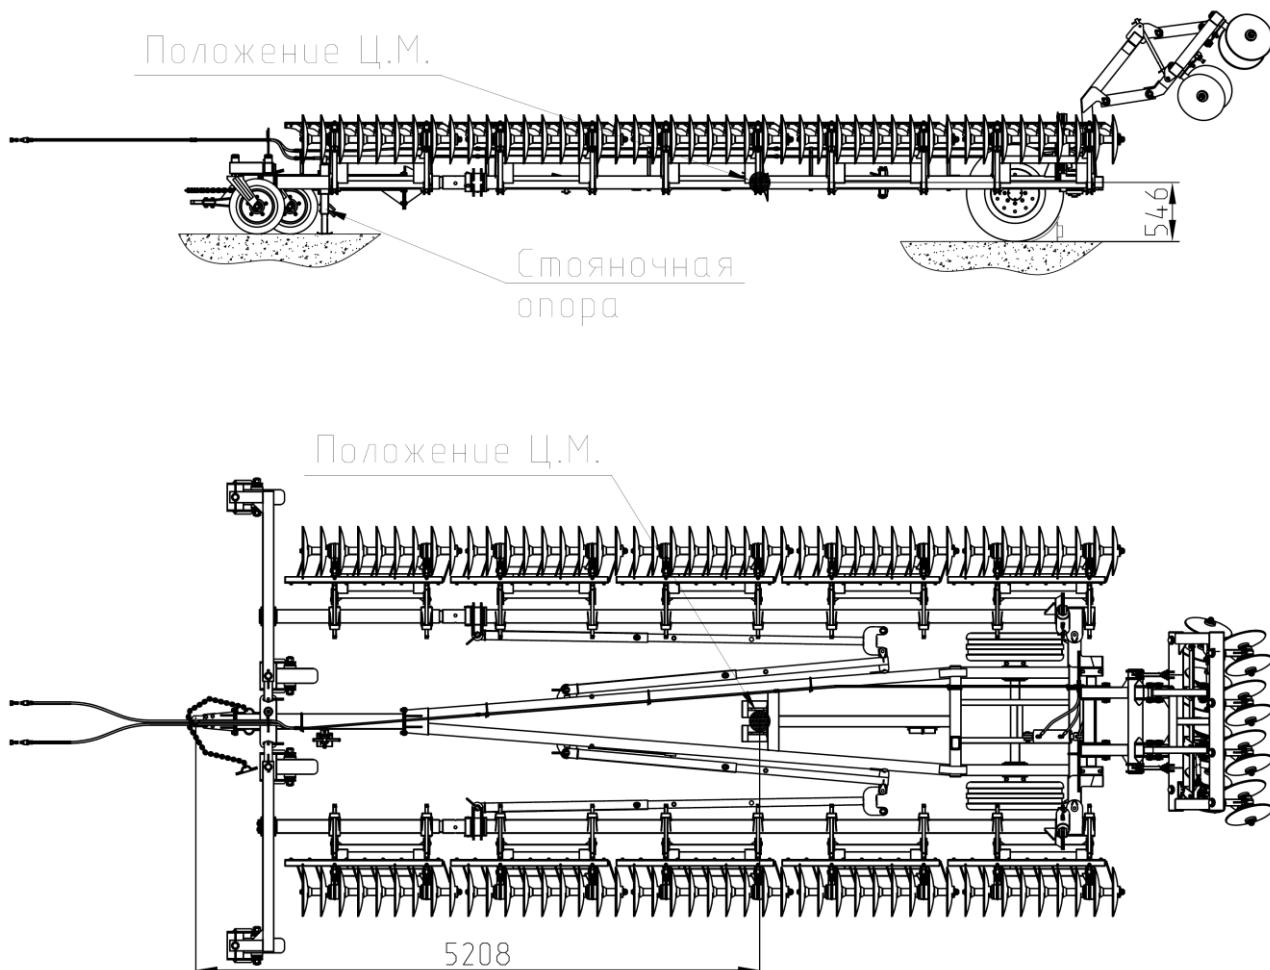

Рис.17 Расположение центра тяжести лущильника.
- отсоединять лущильник в транспортном положении от трактора без установленной стояночной опоры (рис.17) на снице;